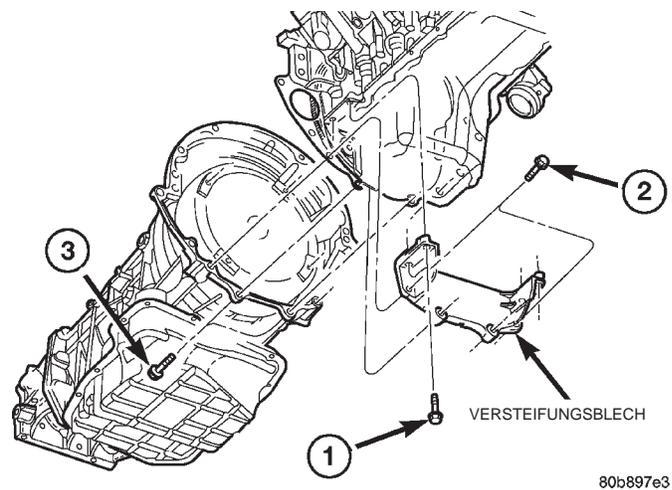

Abb. 37 Versteifungsblech
(4) Beginnend mit den beiden Halteschrauben des Versteifungsblechs am Motor die Schrauben (1) (Abb. 37) mit einem Anzugsmoment von 54 N·m (40 ft. lbs.) festziehen, anschließend die Schrauben (2) (Abb. 37) und (3) mit 54 N·m (40 ft. lbs.); dabei in der gezeigten Reihenfolge vorgehen.
- (1) Fahrzeug auf Hebebühne anheben.
- (2) Linkes Auspuffrohr vom Auspuffkrümmer abbauen. Siehe hierzu Kapitel 11, "Auspuffanlage".
- (3) Schrauben auf der rechten Seite herausdrehen, mit denen das Auspuffrohr am Auspuffkrümmer befestigt ist.
- (4) Die acht Halteschrauben des Versteifungsblechs herausdrehen (Abb. 37).
- (5) Auspuffrohr nach unten schwenken und Versteifungsblech ausbauen.